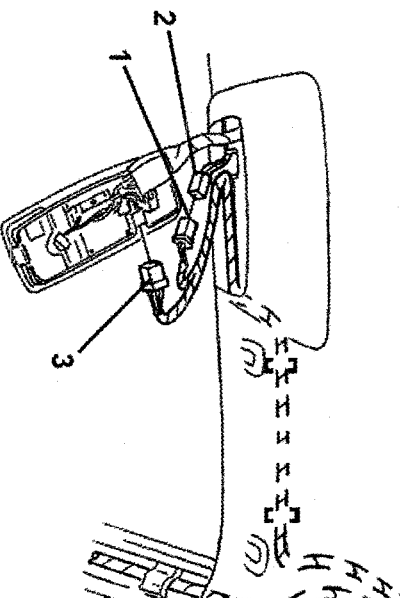

FIGURE 62
- 13.) CONNECT THE FEMALE CONNECTOR ON THE DVD DOME LIGHT HARNESS (1) TO THE MALE CONNECTOR ON THE VEHICLE MAP LIGHT HARNESS (2) AND CONNECT THE MALE DVD DOME LIGHT CONNECTOR TO THE VEHICLE MAP LIGHT. (SEE FIGURE 62)